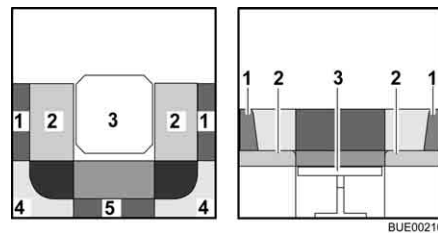

Fig. 73 Pendant la transformation
- Retirer les coussins de dossier (Fig. 73,4 et 5) et les placer de côté.
- Tirer les coussins d'assise (Fig. 73,2) vers le centre de la table.
- Placer les coussins de dossier (Fig. 73,1) entre les coussins d'assise et la paroi extérieure. Observer la forme deltoïde.